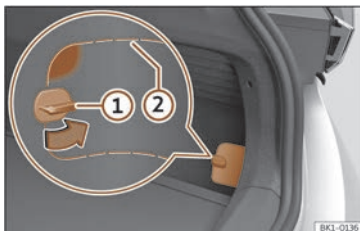

Fig. 72 Na parte dereita inferior do gornecido do maleteiro: cuberto con liñas de corte.
- Xire 90° o peche da cuberta >>> fig. 72 (1).
- Prema a superficie cara a dentro por encima do peche >>> **fig. 72** (zona remarcada).
- Introduza a man pola abertura e desprenda a tapa tirando dela. Se é necesario, aplique un obxecto axeitado polas liñas de corte >>> **fig. 72** ②.